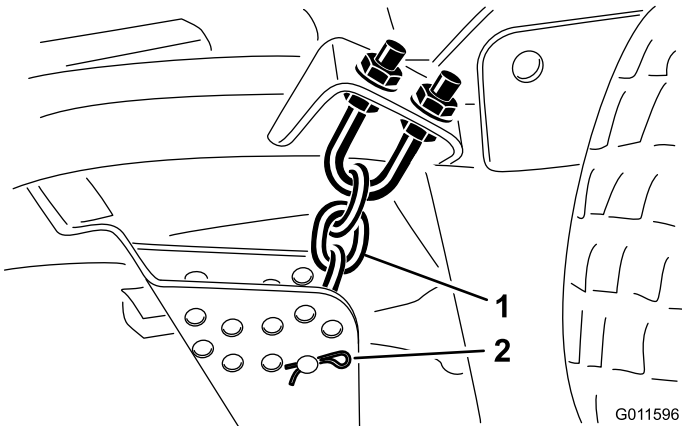

Figura 16
- Retire o contrapino tipo grampo e pino de segurança que fixam as correntes da altura de corte à traseira da plataforma de corte (Figura 16).